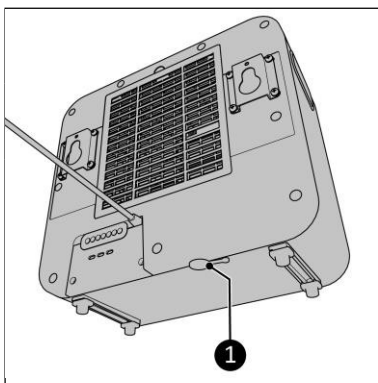

Figura 18
4. Assicursi che il tappo di chiusura dell'acqua alla base dell'unità interna sia inserito (Figura 18, pos. 2).